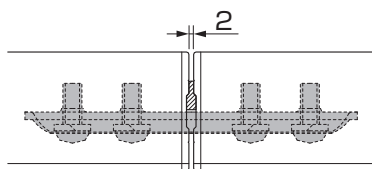

図3-7 連結部の納まり
- パネル同士の連結部の隙間は、2mmが標準です。0～3mmの範囲で調整してください。(図3-7参照)